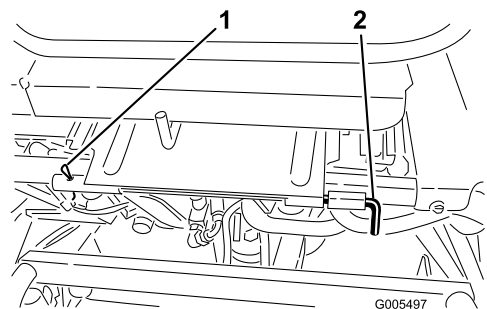

Figura 25
3. Baje el asiento y retire el pasador cilíndrico que fija la varilla de pivote del asiento al bastidor (Figura 25).